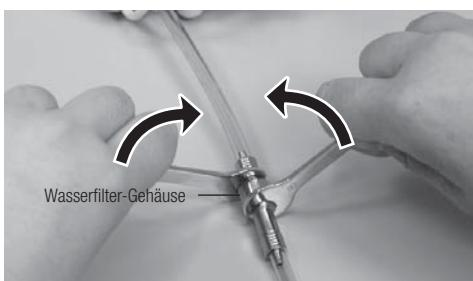

Abb. 25
1) Schließen Sie das Wasserventil Ihrer Behandlungseinheit, an die Ihr PRESTO AQUA LUX angeschlossen ist. Setzen Sie zwei Spannschlüssel (5 x 8) an den Filter an (Abb. 25) und drehen Sie diese, wie in der Abbildung gezeigt. Wenn sich der Wasserschlauch dadurch verdreht, bringen Sie ihn wieder in die richtige Position, sodass das Schlauchende an der Steuereinheit wieder gerade ist.